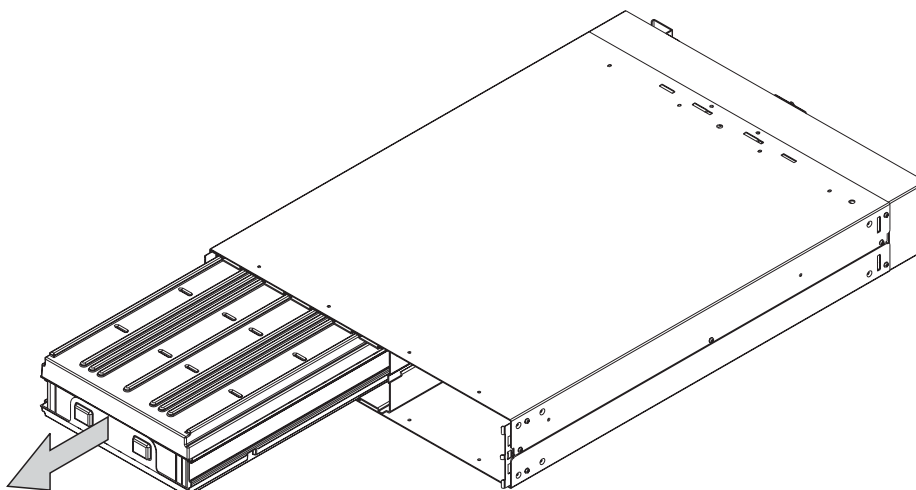

图 116. 卸下不间断电源电池
4. 卸下电池板，然后就能碰到电池（请参阅第 190 页的图 116）。